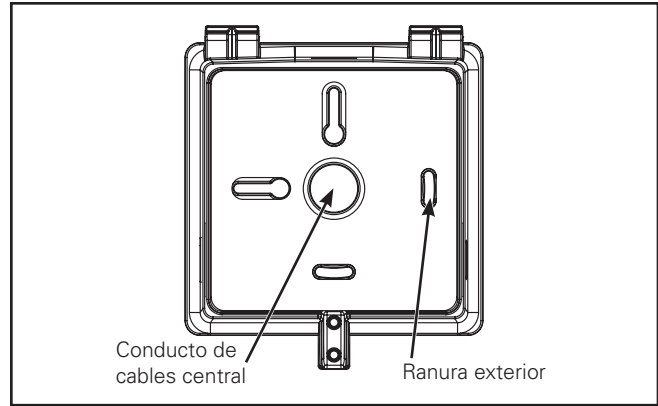

Figura 2.
3. Separe la puerta del alojamiento crosstour de la caja trasera. Retire de la caja trasera los troquelados de la junta que se indican. (Figura 2.)